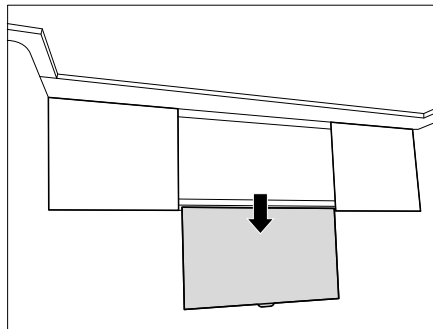

Figure 143 Écran plat en position inférieure
- Tirer sur l'écran plat vers le bas par la poignée (Fig. 143).